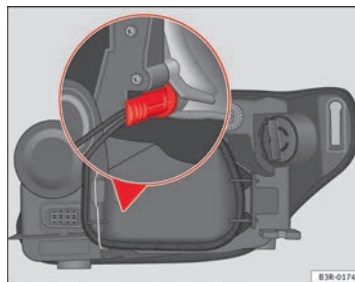

Fig. 212 Luz de posición. Empuñadura del portalámparas en posición vertical
- Introduzca la lámpara en el zócalo, de forma que la empuñadura del portalámparas quede con la pared en posición vertical ⇒ fig. 212 y presione sobre él.